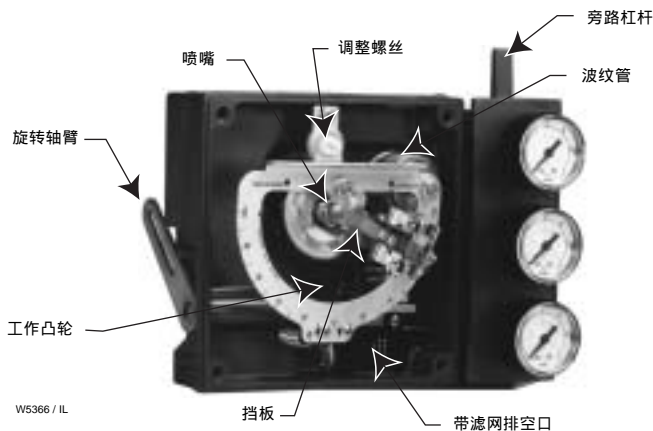

图 4. 3582 型气动阀门定位器机构图
**定位器容易调整**——如图 4 所示，把外壳移走以后，零点和量程的调整螺丝很容易找到，并可以使用常用的手动工具进行调整。